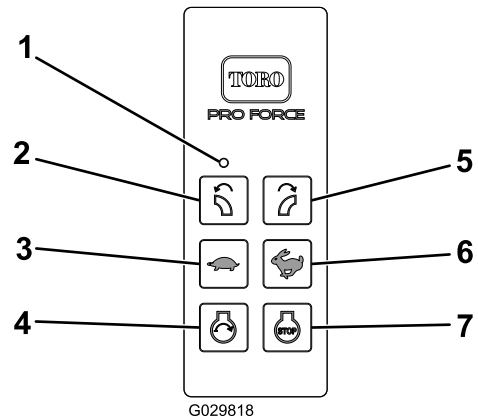

Figura 15
3. Arrancar Motor sólo se energiza pulsando la tecla de Arranque mientras la condición Habilitar Arranque del Motor está activada. La condición Habilitar Arranque del Motor se activa únicamente después de realizar la secuencia Habilitar Arranque del Motor descrita a continuación (Figura 15):